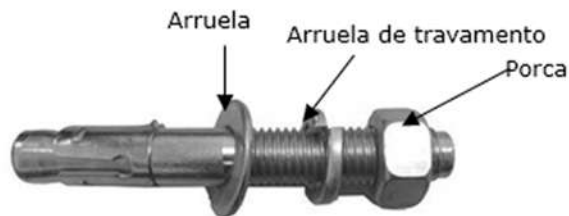

Fig. 42
2. Prepare os parafusos de ancoragem (ver Fig. 42).